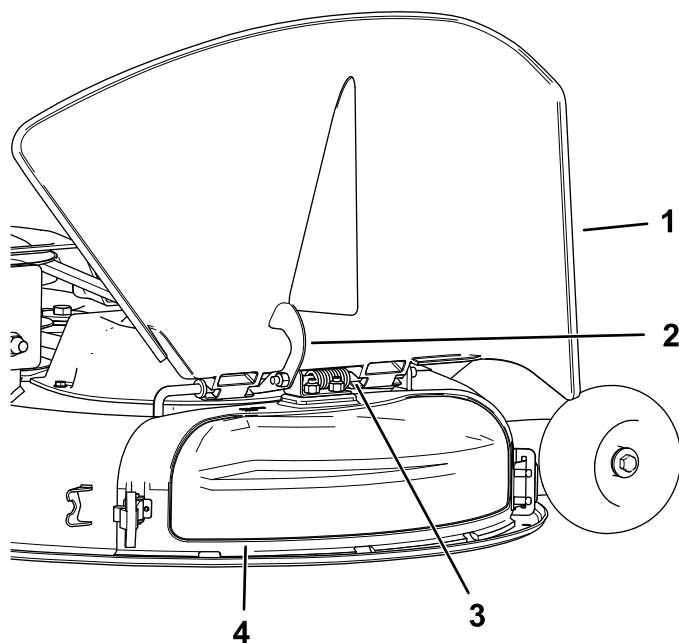

Figura 15
4. Liberate il dispositivo di chiusura a uncino sopra il coperchio dello scarico dall'asta di rotazione (Figura 15).
5. Sopra il coperchio dello scarico, agganciate il dispositivo di chiusura a uncino all'asta di rotazione del gruppo deflettore (Figura 15).